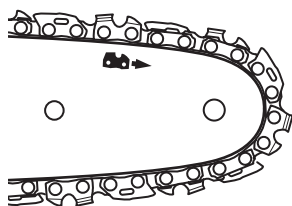

Fig. 7
- > Testez la tension de la chaîne [3] en soulevant la chaîne d'une main sans tenir l'appareil avec l'autre main. La chaîne est suffisamment tendue quand elle peut être décollée de 2 - 4 mm au niveau du milieu du guide-chaîne [4] (Fig. 7, 8).